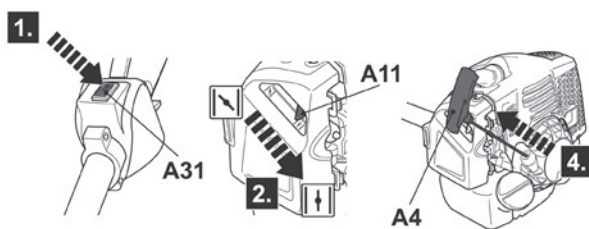

Fig. 42
- > Apoye firmemente el producto, tire del tirador de arranque de retroceso (A4) lentamente hasta que note resistencia y, a continuación, tire del mismo rápidamente. Hágalo de nuevo hasta que el motor arranque (Fig. 42).